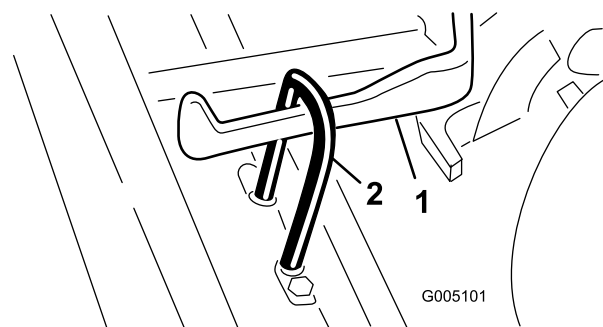

Figura 7
2. Fate scorrere l'apparato di taglio sotto il telaio di traino agganciando contemporaneamente il gancio di sollevamento al relativo braccio (Figura 7).